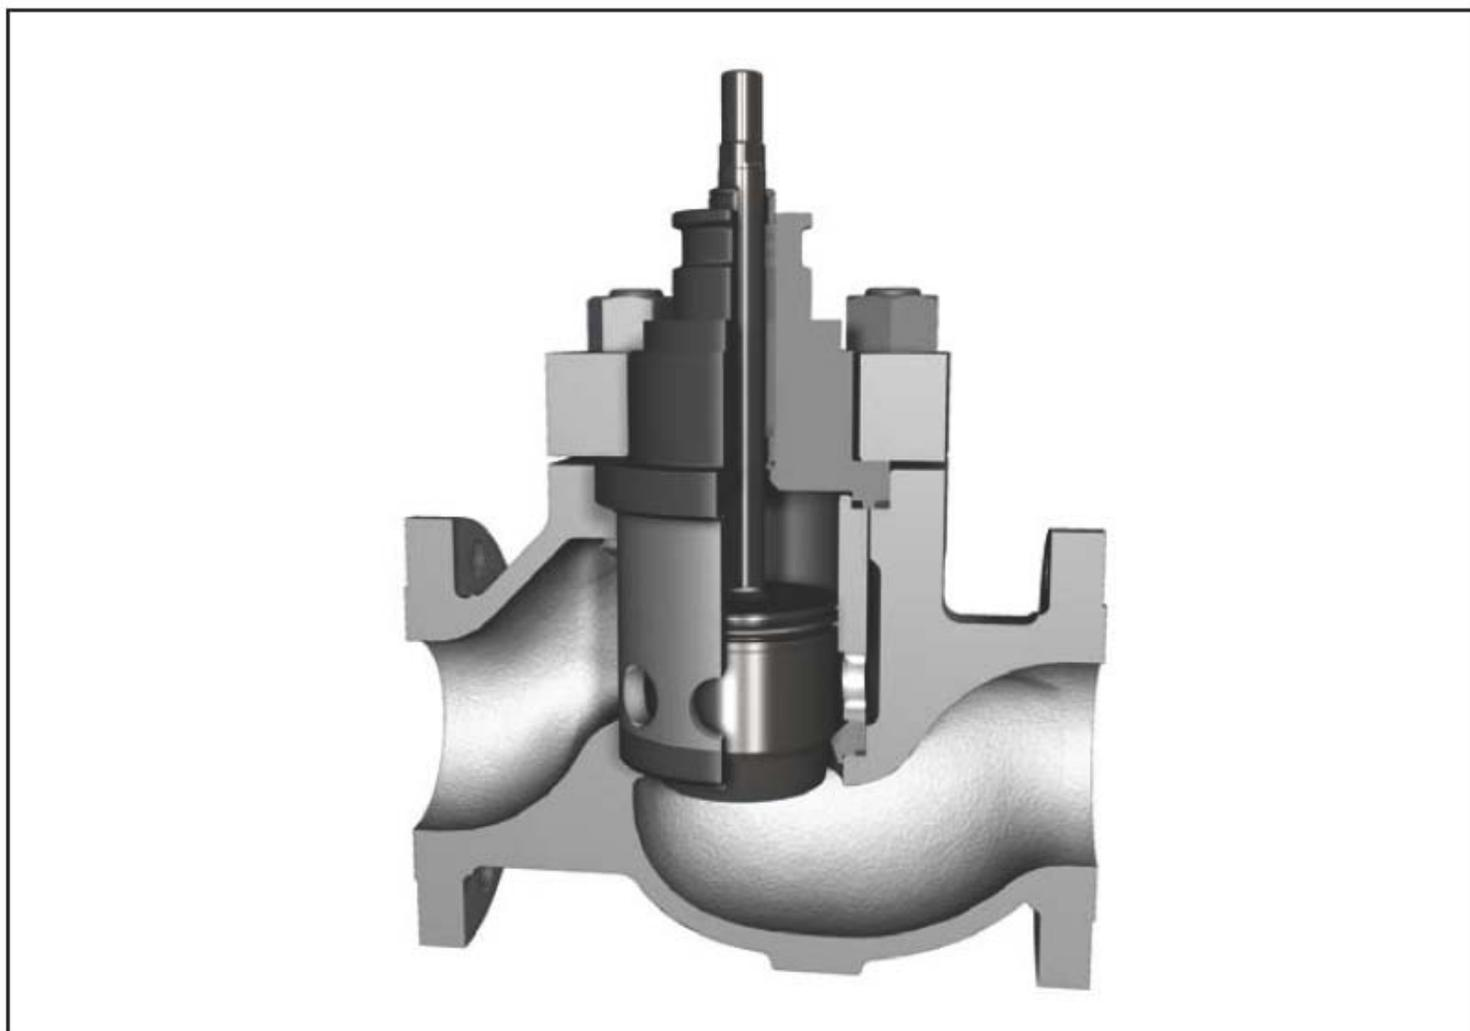

Рисунок 2. Устройство регулировочного клапана Марки 1 со сбалансированным давлением
- Рисунок 2 – Устройство регулировочного клапана Марки 1 со сбалансированным давлением